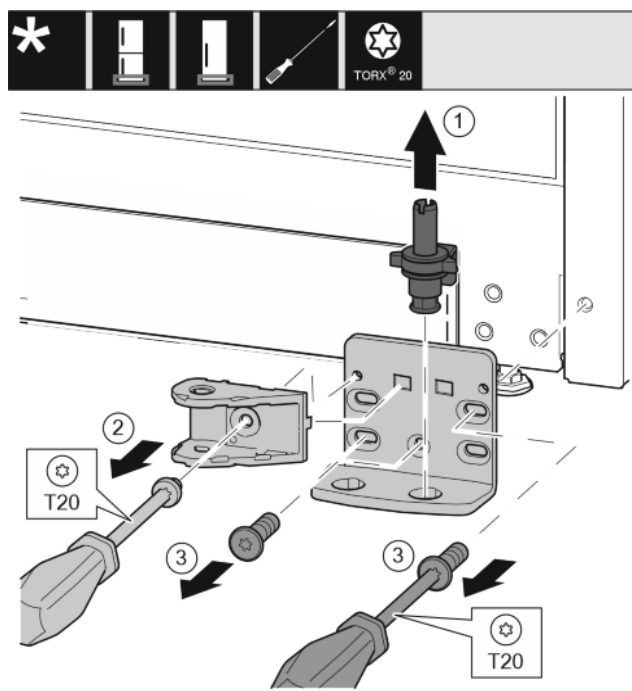

Fig. 27
- ▶ Lagerbouten compleet vanaf de bovenkant eruit trekken. Fig. 27 (1)
- ▶ Schroeven met schroevendraaier T20 eruit draaien en de sluitdemperverbinding eraf halen. Fig. 27 (2)
- ▶ Schroeven met schroevendraaier T20 eruit draaien en de lagerbus eraf halen. Fig. 27 (3)